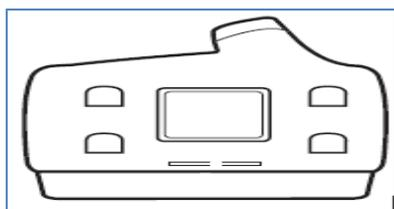
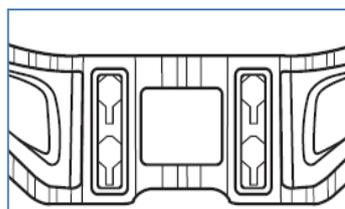
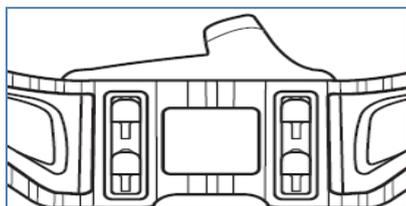
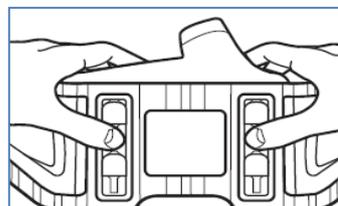

图 8
图 9
图 10
图 11
3. 选择认证的腰带（参见参考活页中3M批准的腰带目录），动力送风电机有四个锁钉（如图8所示），腰带有四个对应的孔（见图9所示）。将四个锁钉插入到腰带的四个孔内（如图10所示），按压每边上下孔的中间位置（如图11所示），往上推腰带直到腰带锁在电机背面的锁钉内。调整并扣住固定好电机的腰带，确保安装在腰部舒适（如下可选背置式安装）。如有需要，另见背置式使用说明。